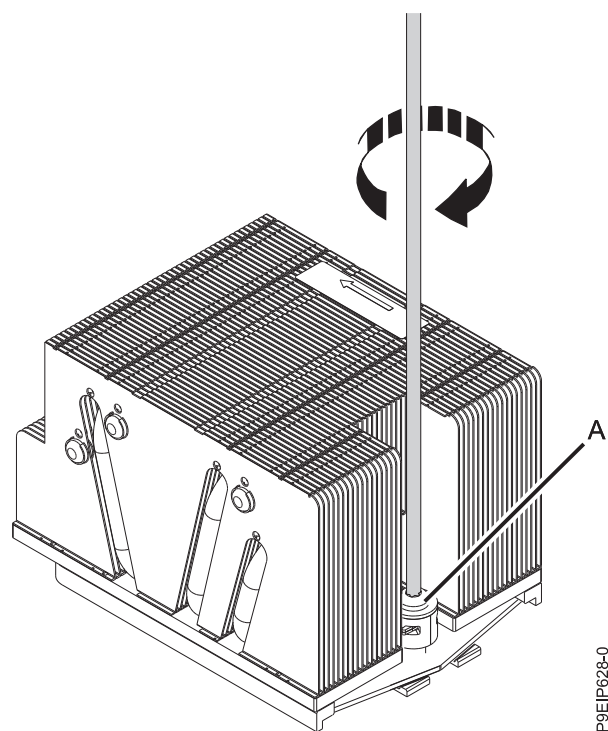

Figura 96. Apertando o Parafuso do Braço de Carregamento
10. Aperte o parafuso do braço de carregamento (A) com uma chave de fenda Phillips n°3, conforme mostrado na Figura 96.